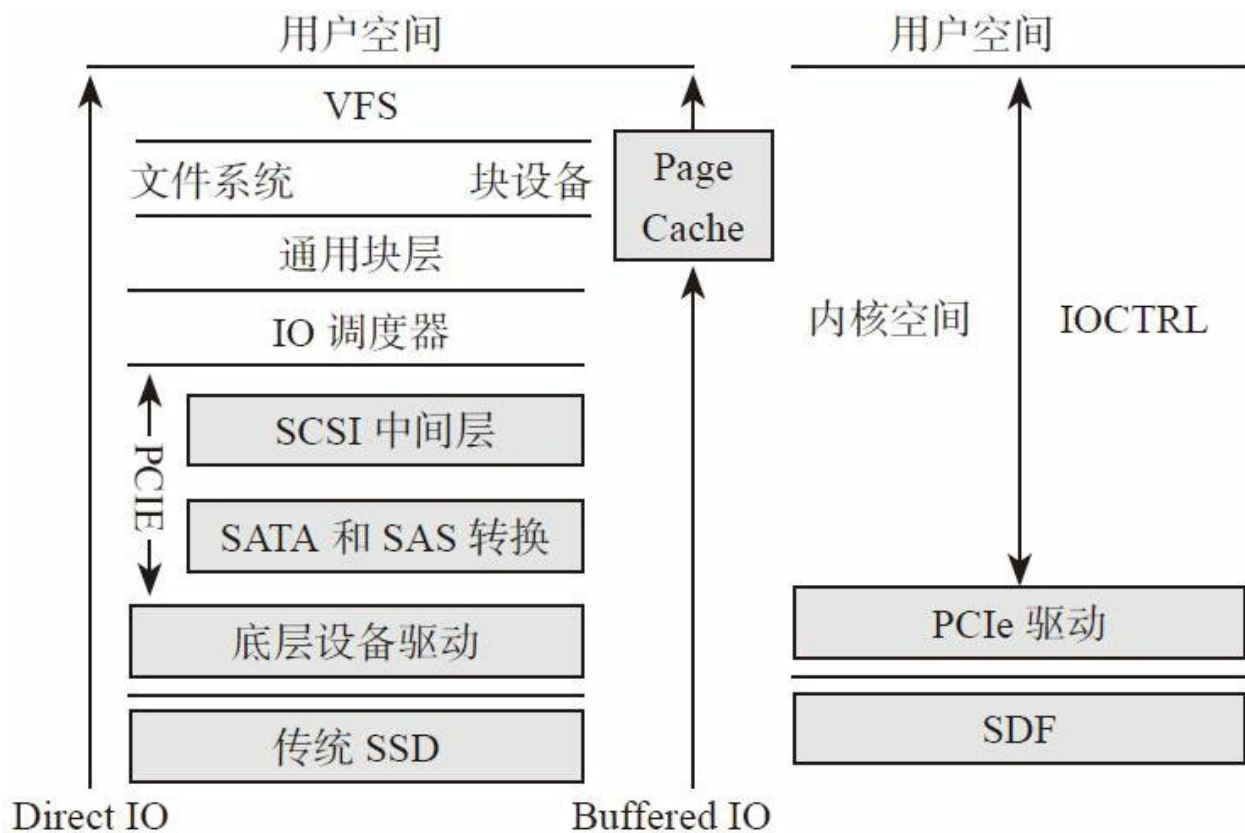

图4-57 SDF和传统SSD IO栈对比
5) 软件接口层非常简单, 相比传统的Linux存储堆栈, 省略了文件系统、块设备、IO调度、SATA协议等, 用户直接通过IOCTRL (设备驱动程序中对设备的I/O通道进行管理的函数) 来发同步的写命令到PCIe驱动, 如图4-57所示。软件延迟从 $12\mu\text{s}$ 缩减到 $2\sim 4\mu\text{s}$ , 这个时间只是花在PCIe中断处理上。